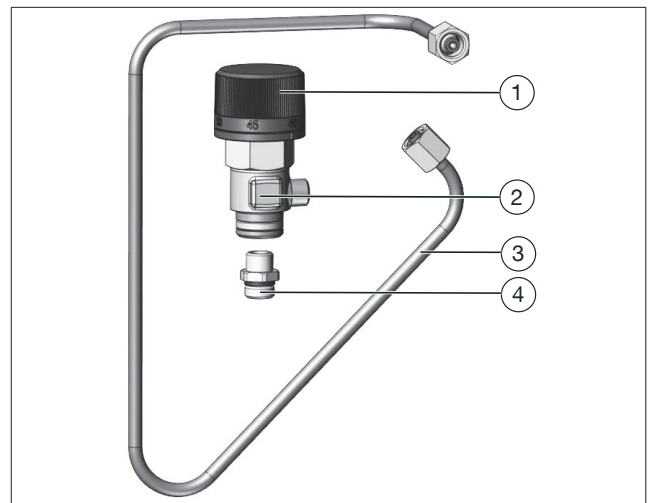
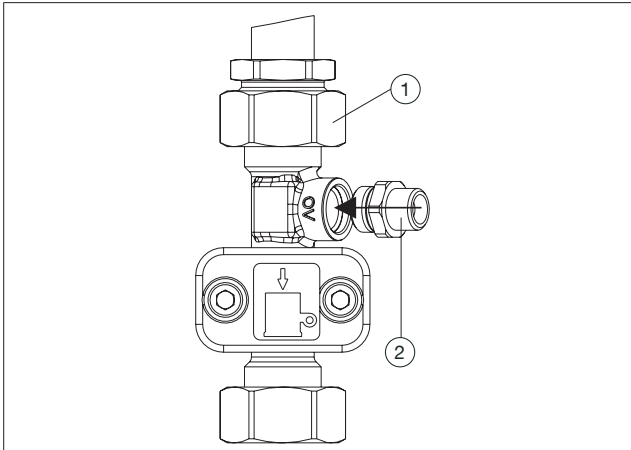

Abb. 1: Aufbau
Abb. 3: Einbau Adapter Regudis W-HTU/TU und Regudis W-HTF
5. Schrauben Sie den Adapter (siehe Abb. 1) in das Gehäuse (siehe Abb. 3).
5. Schrauben Sie den Adapter (siehe Abb. 1) in den